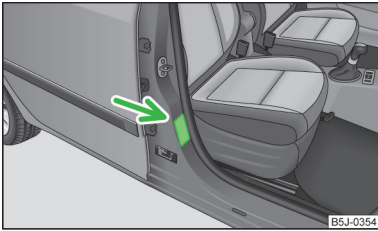

Abb. 118
- Auf diese Tatsache weist auch der Aufkleber hin, der sich an der B-Säule auf der Beifahrerseite befindet » Abb. 118. Der Aufkleber ist nach dem Öffnen der Beifahrertür sichtbar. Für einige Länder ist der Aufkleber an der Sonnenblende des Beifahrers angebracht.